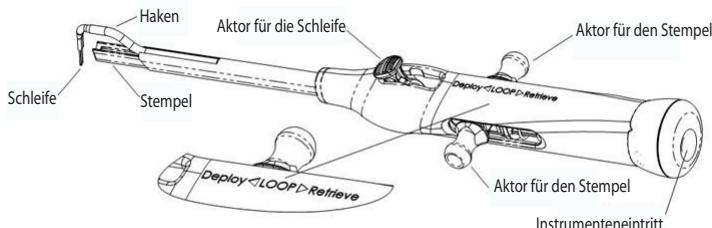

Abb. 2: ArthroTunneler™-Instrument
- Kat. Nr. SMB000101 Arthroskopisches Transossäres Tunnelungsinstrument – siehe Abbildung 2 unten